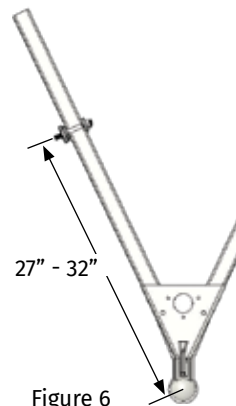

Figure 6
1. Installez les assemblages de barres entre 27 po et 32 po du centre du coupleur. (Figure 6) Cette étendue devrait vous permettre d'éviter la plupart des obstructions sur le timon de la remorque, comme les supports de batterie et des réservoirs à propane.